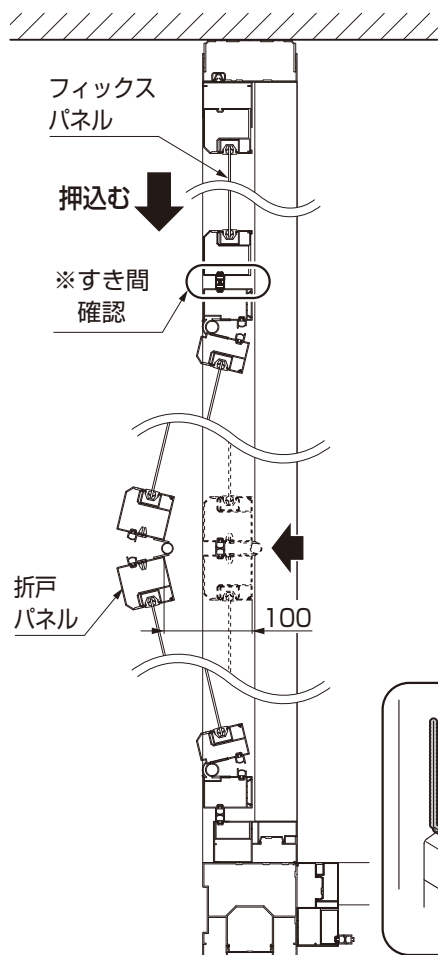

図3-7 すき間確認
- ①折戸パネルを外側に100mm折りたたんでください。(図3-7参照)
- ②フィックスパネルと折戸パネルの間にすき間がないことを確認してください。(図3-7参照)